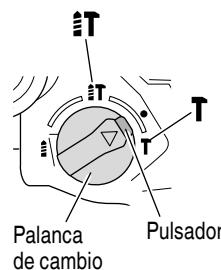
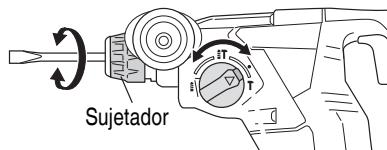

Fig. 20
Fig. 21
- (1) Montar la punta rompedora o cortafriós.
- (2) Presionar el pulsador y colocar la palanca de cambio en medio de la marca **IT** y la marca **T** (Fig. 20). Se desbloquea la rotación, girar el sujetador y ajustar el cortafriós en la posición deseada (Fig. 21).